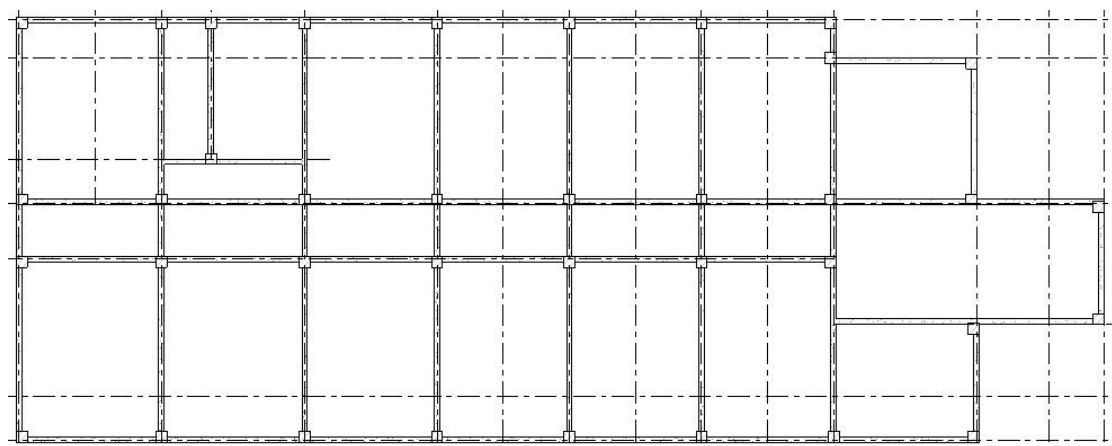

图 5-28 结构梁不凸出于柱
- 使用偏移工具对梁进行偏移，使梁不突出于柱（图 5-28）。